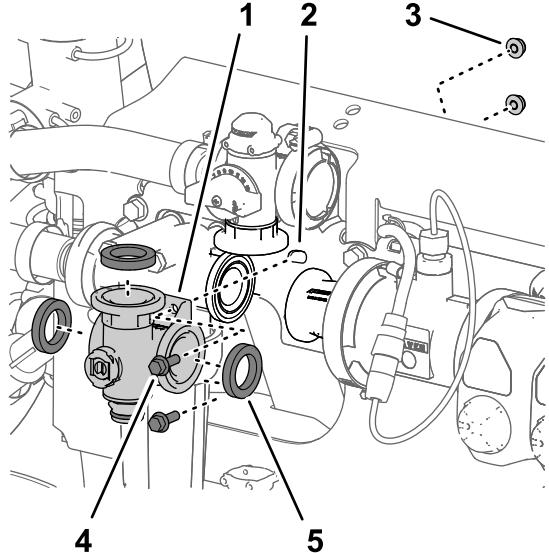

Figura 111
- Retire los 2 pernos con arandela prensada ($\frac{1}{4}'' \times \frac{3}{4}''$) y las 2 contratuerzas prensadas ($\frac{1}{4}''$) que sujetan el distribuidor de la válvula de agitación al soporte de la válvula (Figura 111).
- Retire el distribuidor de la válvula de agitación y las juntas de la máquina (Figura 111).